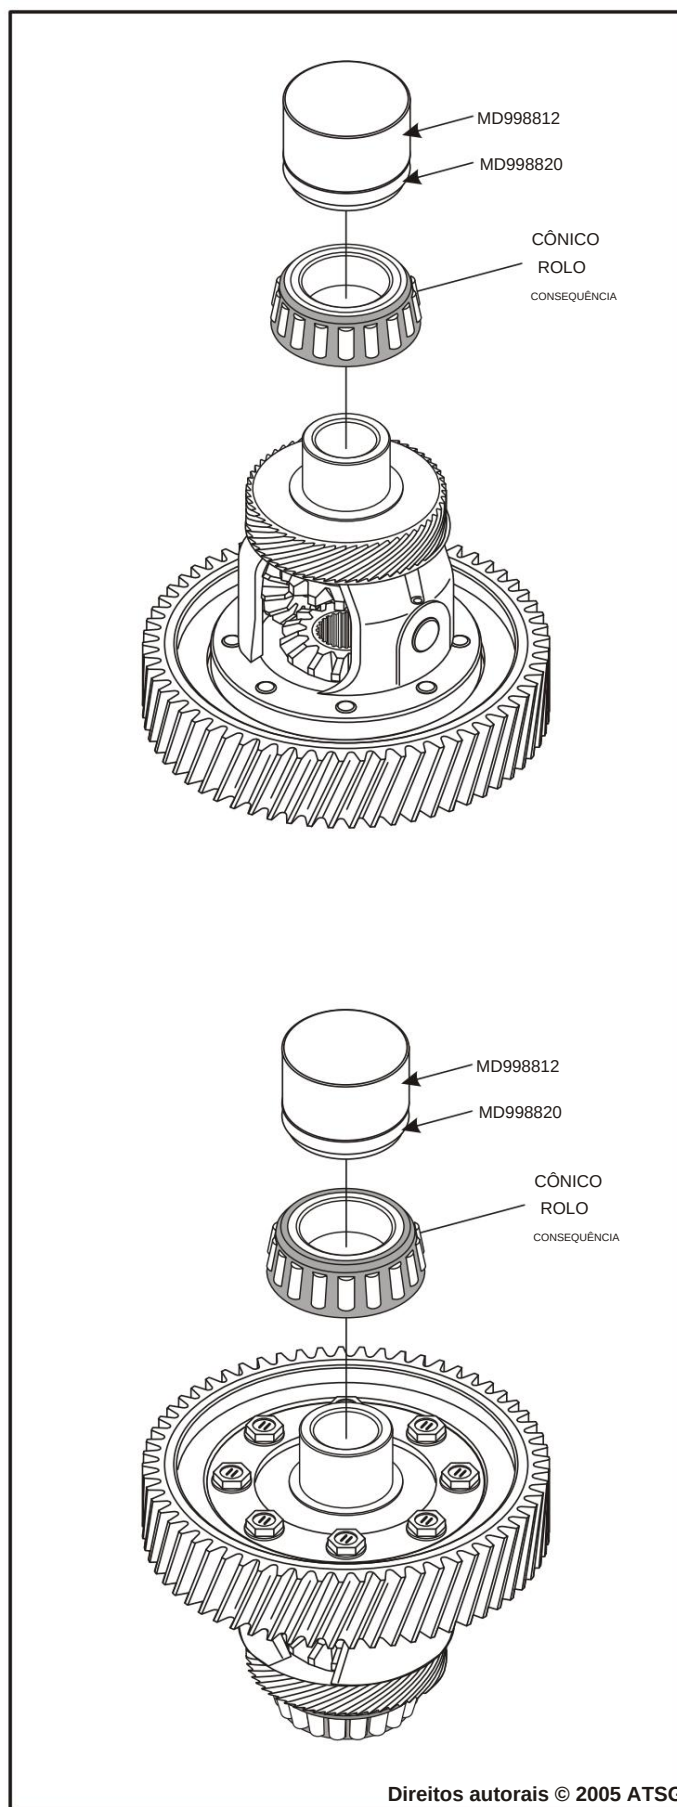

Figura 126
5. Instale os rolamentos de rolos cônicos usando o ferramentas especiais, mostradas na Figura 126 e utilizando uma prensa adequada.